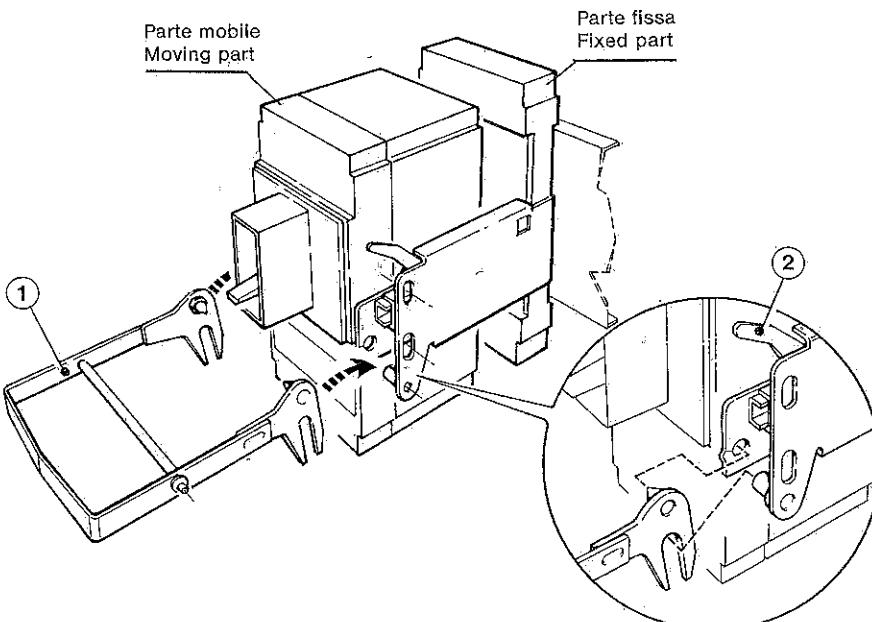

Fig. 18
- (C) Passaggio dalla posizione "prova" alla posizione "inserito".
— Posizionare la leva di estrazione (1) come indicato in fig. 18.
- (C) Transfer from "isolated for test" position to "service" position.
— Position the racking lever (1) as shown in fig. 18.